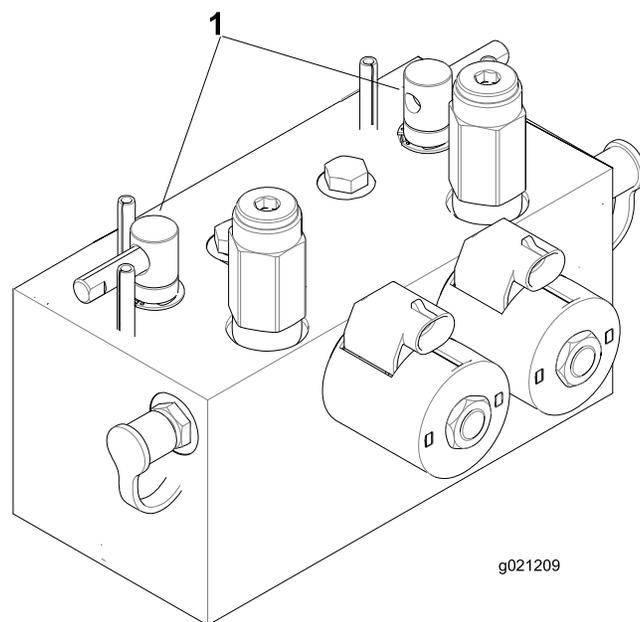

Рисунок 106
2. Разблокируйте и поднимите сиденье для доступа к рычагам обратного вращения (Рисунок 106).
5. Выберите передний, задний или оба рычага обратного вращения, чтобы определить, заточку каких режущих блоков необходимо произвести (Рисунок 106).